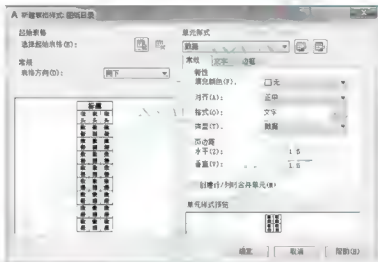

图 3.118 设置【数据】单元样式的【常规】参数
(3) 设置【数据】单元样式的参数。
① 按照图 3.118 所示，设置【常规】选项卡的参数。